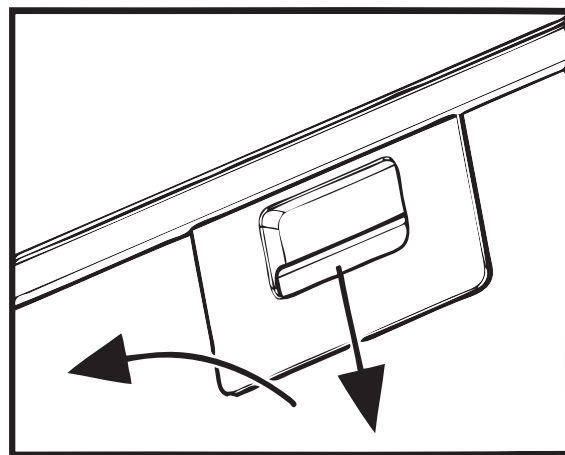

Рис.6
8.6 Для снятия алюминиевого фильтра (**рис.6**) необходимо нажать на пружинную задвижку и, потянув на себя и вниз, снять фильтр с панели. Установку фильтра выполнить в обратном порядке.